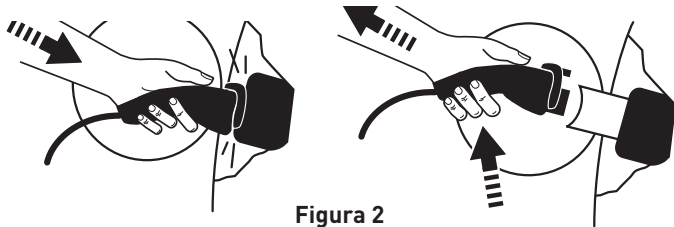

Figura 2
4. Para detener la carga, desconecte el enchufe del vehículo y vuelva a ubicarlo en la estación de carga (Figura 2).